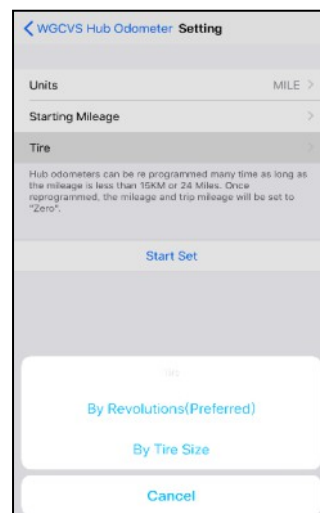

Рис. 4
*Tire*: для повышения точности укажите число оборотов шины на километр (милю) пробега. Можно также выбрать размер шины из встроенной базы данных (рис. 4).